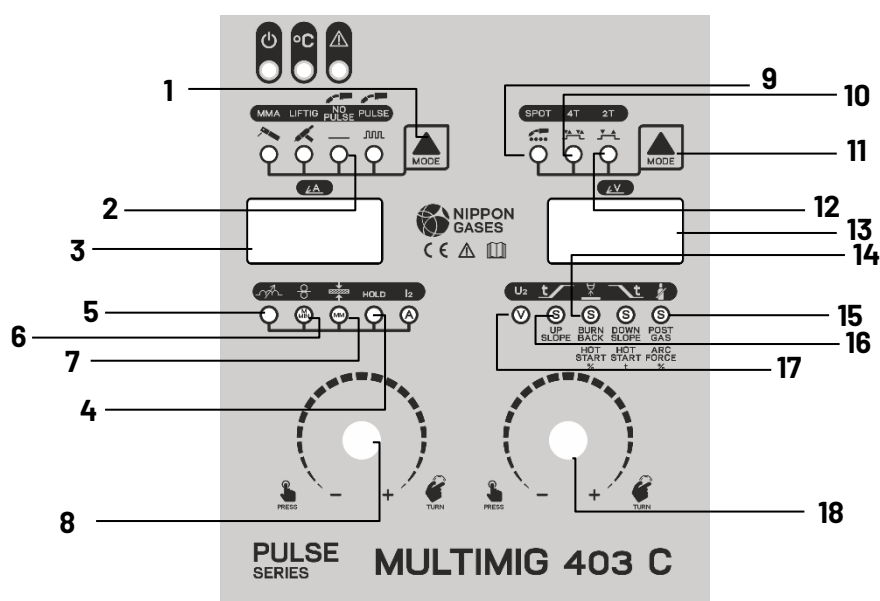

Fig 7.
- Seleccione el modo de soldadura MIG/MAG con corriente MIG/MAG no pulsada (2 - Fig. 7). Nota: la soldadura pulsada no está disponible en modo no sinérgico.
8.2.1 Parámetros de soldadura MIG/MAG NO SINÉRGICA (ver Fig.7)
Modo soldadura temporizada a puntos MIG/MAG(9 - Fig. 7) - Cuando seleccionado indica que la máquina está en modo de soldadura a puntos MIG/MAG. Para seleccionar esta función, pulse la tecla 11 - Fig.7 hasta que se encienda el LED 9. Ajuste el tiempo del punto, presionando el botón derecho (18 - Fig.7) hasta que el display izquierdo (3 - Fig. 7) muestre el SPt y gírelo para el tiempo deseado. Inicie la soldadura por puntos presionando el gatillo de la antorcha y continúe presionando hasta el final del programa de soldadura MIG regulado (consulte las páginas siguientes).